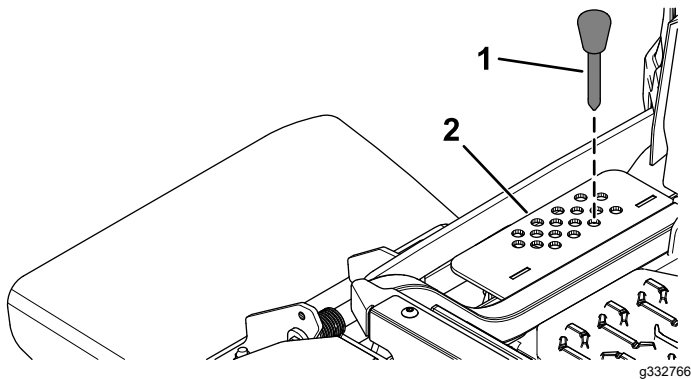

Bild 31
2. Wählen Sie ein Loch in der Schnitthöhenhalterung, das der gewünschten Schnitthöhe entspricht, und stecken Sie den Lastösenbolzen wieder ein (Bild 31).